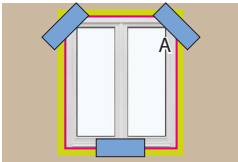

Fig. 11
- Vinduer/døre fastgøres med monteringshuller og skruer (huldiаметer - 14 mm eller 14/6 mm). Vinduer/døre skal placeres i den varme del af væggen, som bestemmes af indbygningens dybde. 1. Sørg for, at vindue-/døråbning er 20 mm større end vinduets/dørens ydre omkreds langs hele omkredsen (se fig. 11).